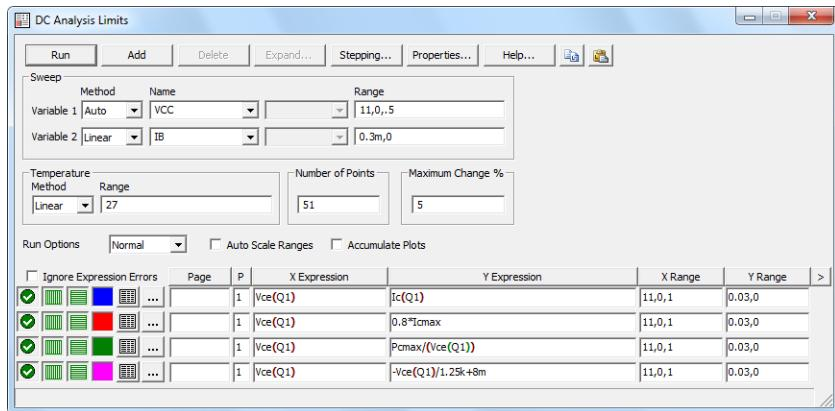
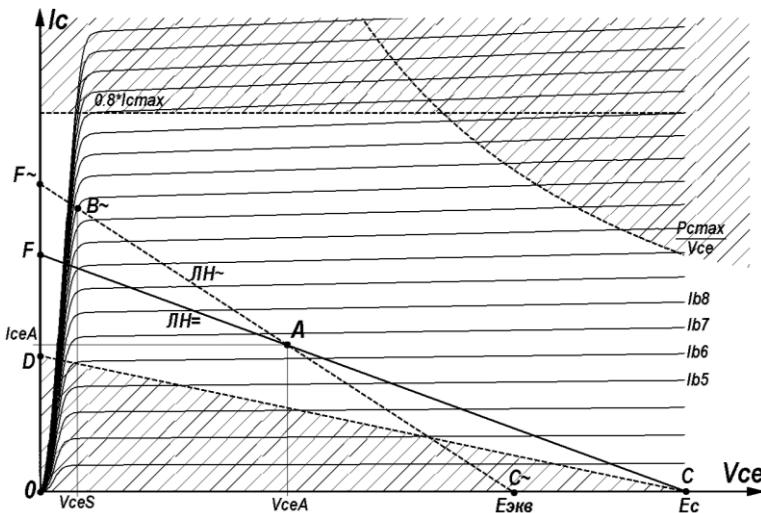

Рис. 8.3. Окно расчета режима по постоянному току
Рис. 8.4. К графоаналитическому синтезу усилительных каскадов на биполярных транзисторах
напряжений  $V_{CE}$  и определяется заданным напряжением питания каскада  $E_C$  – точка  $C$ . Вторая точка находится на оси токов  $I_C$  – точка  $D$ . Т.о., получаем функцию  $-V_{CE}(Q)/R_{\Sigma \max} + E_C/R_{\Sigma \max}$ . После перечисленных построений (рис. 8.3) графическое окно с семейством характеристик и ограничительными линиями должно иметь вид, близкий к рис. 8.4.
Используя команды рисования графических объектов  построить линию нагрузки на постоянном токе усилительного каскада таким образом, чтобы она не зашла в запрещенные области (показанные на рис. 8.4 штриховкой). Примерное положение линии нагрузки на постоянном токе ( $LH=$ ) представлено на рис. 8.4 отрезком прямой  $FC$ . Подписать кривые в семействе выходных характеристик транзистора, выполнив команду **Scope→Label Branches**. Сохраните схему на диске под именем **BJT\_OUT.CIR**.
2.8. Определите по полученной линии нагрузки (рис. 8.4) суммарное сопротивление  $R_{\Sigma} = R_C + R_E$ , используя ординату точки пересечения линии нагрузки на постоянном токе с осью тока  $I_C$ :
сопротивление нагрузки, линия нагрузки по переменному току ЛН~ будет иметь более крутой наклон, чем линия нагрузки по постоянному току ЛН= (рис. 8.4). Для обеспечения максимального размаха напряжения на нагрузке при заданном напряжении питания необходимо так выбрать точку покоя каскада — точку А (рис. 8.4), чтобы отрезки линии нагрузки на переменном токе [В~,А] и [А, С~] были бы приблизительно равны. Определите напряжение коллектор-эмиттер каскада в точке покоя  $V_{CEA}$  и ток коллектора в точке покоя  $I_{CA}$  по полученной линии нагрузки (рис. 8.4) или используя выражения
2.11. Определите приближенно ток базы покоя усилительного каскада. Согласно рис. 8.4 он может быть определен как  $I_{BA} = (I_{B6} + I_{B7})/2$ .